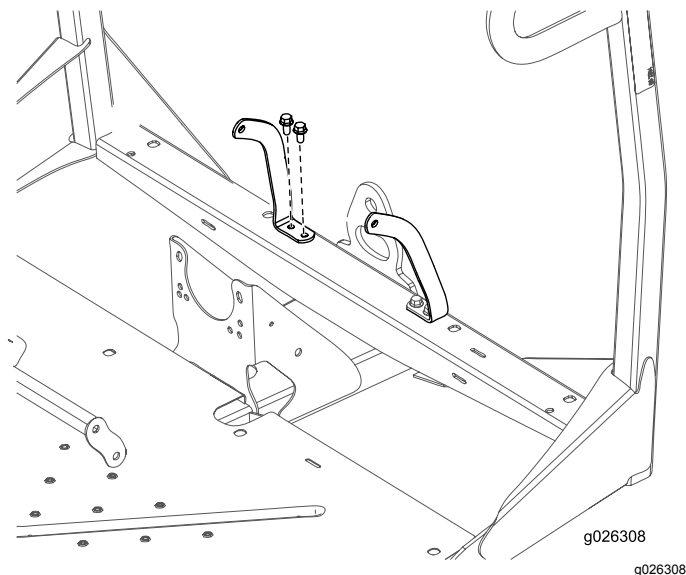

図 8
5. 前フレームに左右のシートベルトアンカーを固定するボルト 3/8 x 3/4 インチ 4本とナット 3/8 インチ 4個を使用し 図 8 のように取り付ける。